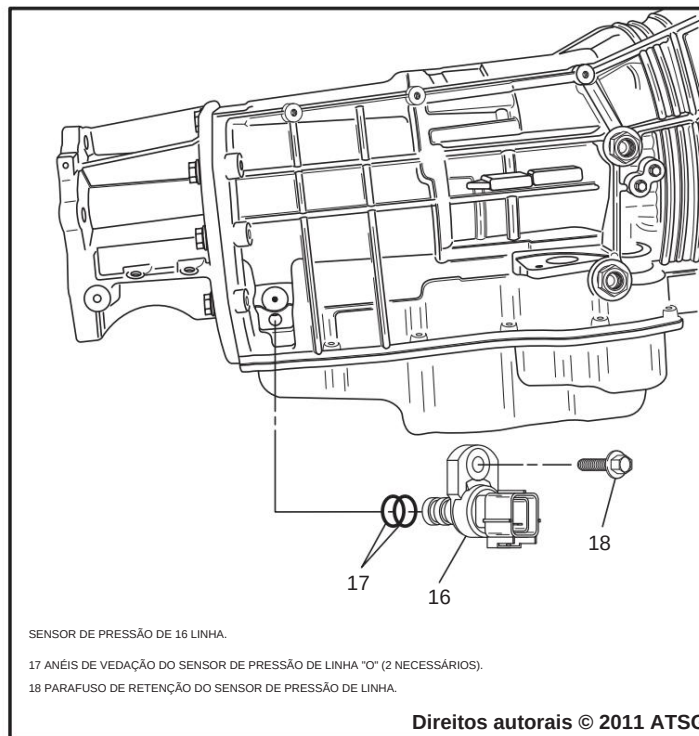

Figura 35
7. Remova o sensor de pressão da linha da caixa, conforme mostrado na Figura 35, remova e descarte os anéis de vedação.